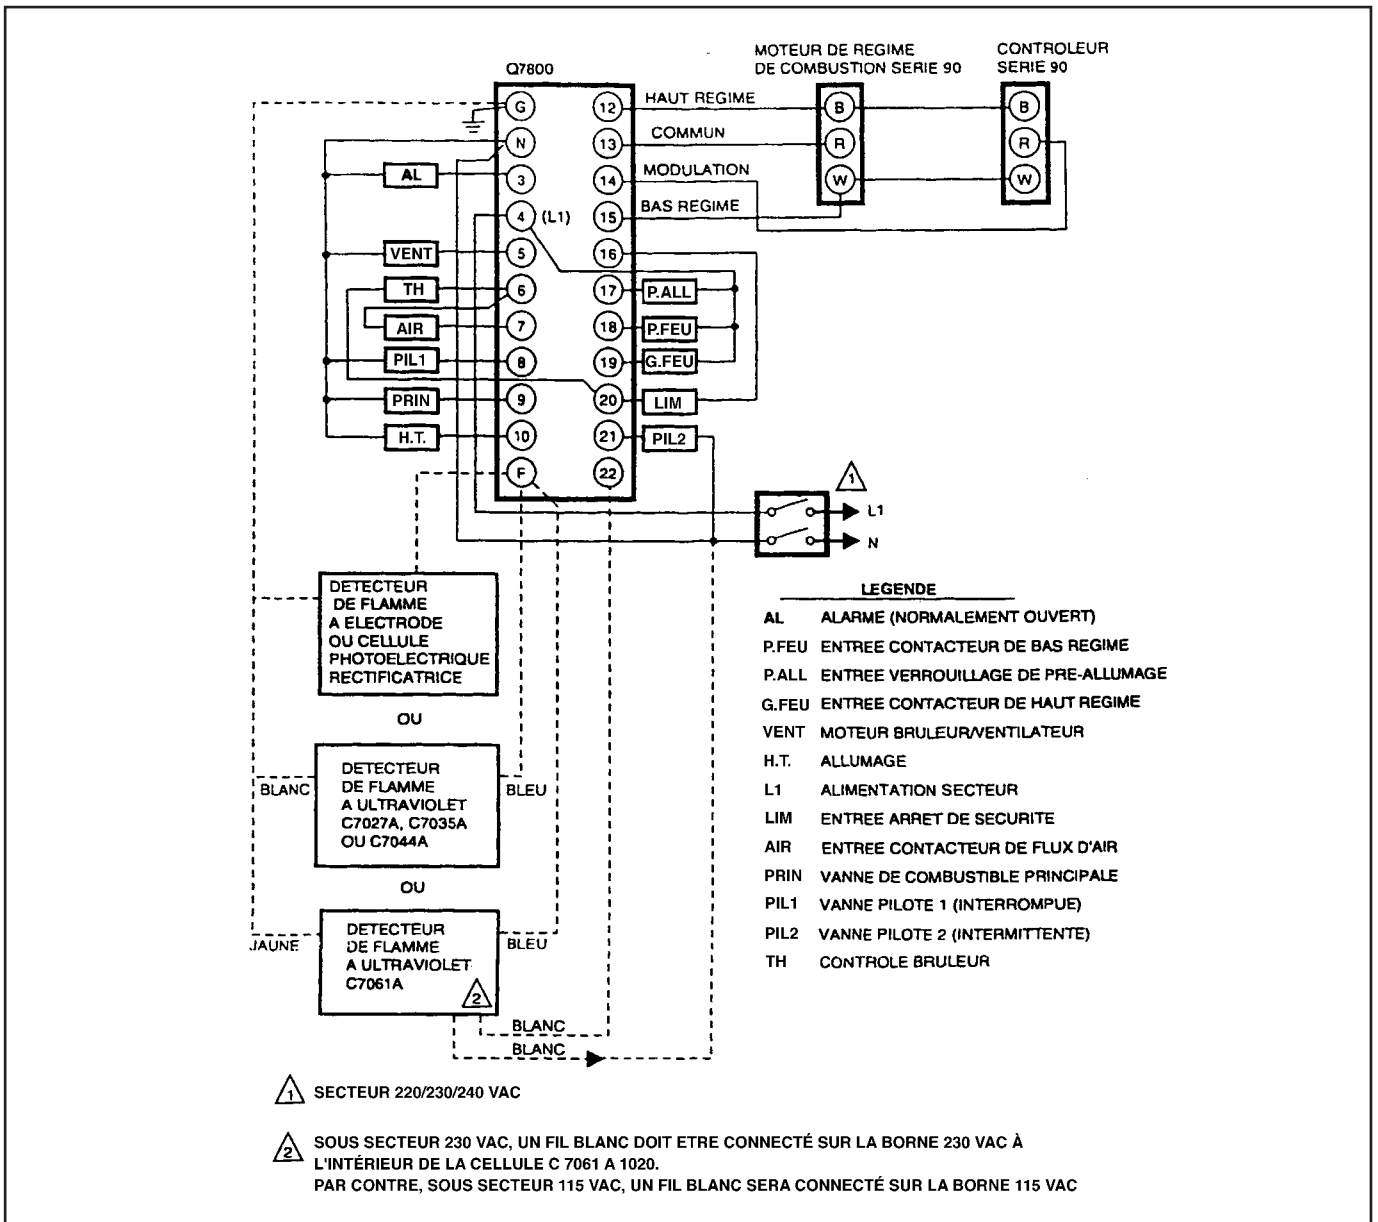

Fig. 3b. Schéma fonctionnel synoptique du module relais EC7850A ou RM7850A.
1. a. Pour le câblage correct de l'embase, voir fig. 3b.